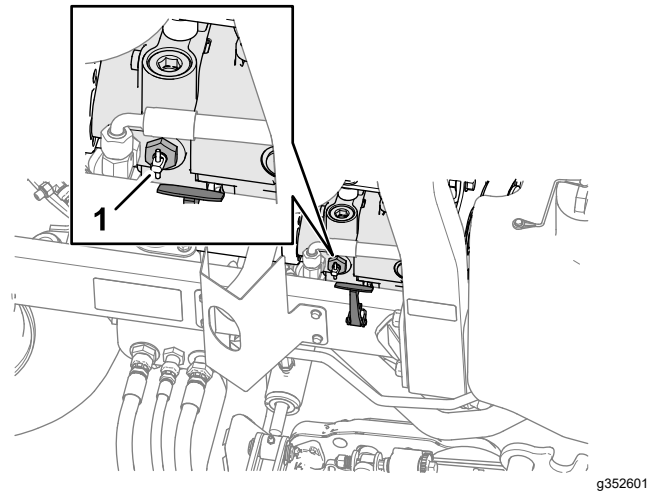

図 48
2. 右側フードラッチの近くにあるポンプバイパスバルブのハンドルを90°回転させる(図48)。